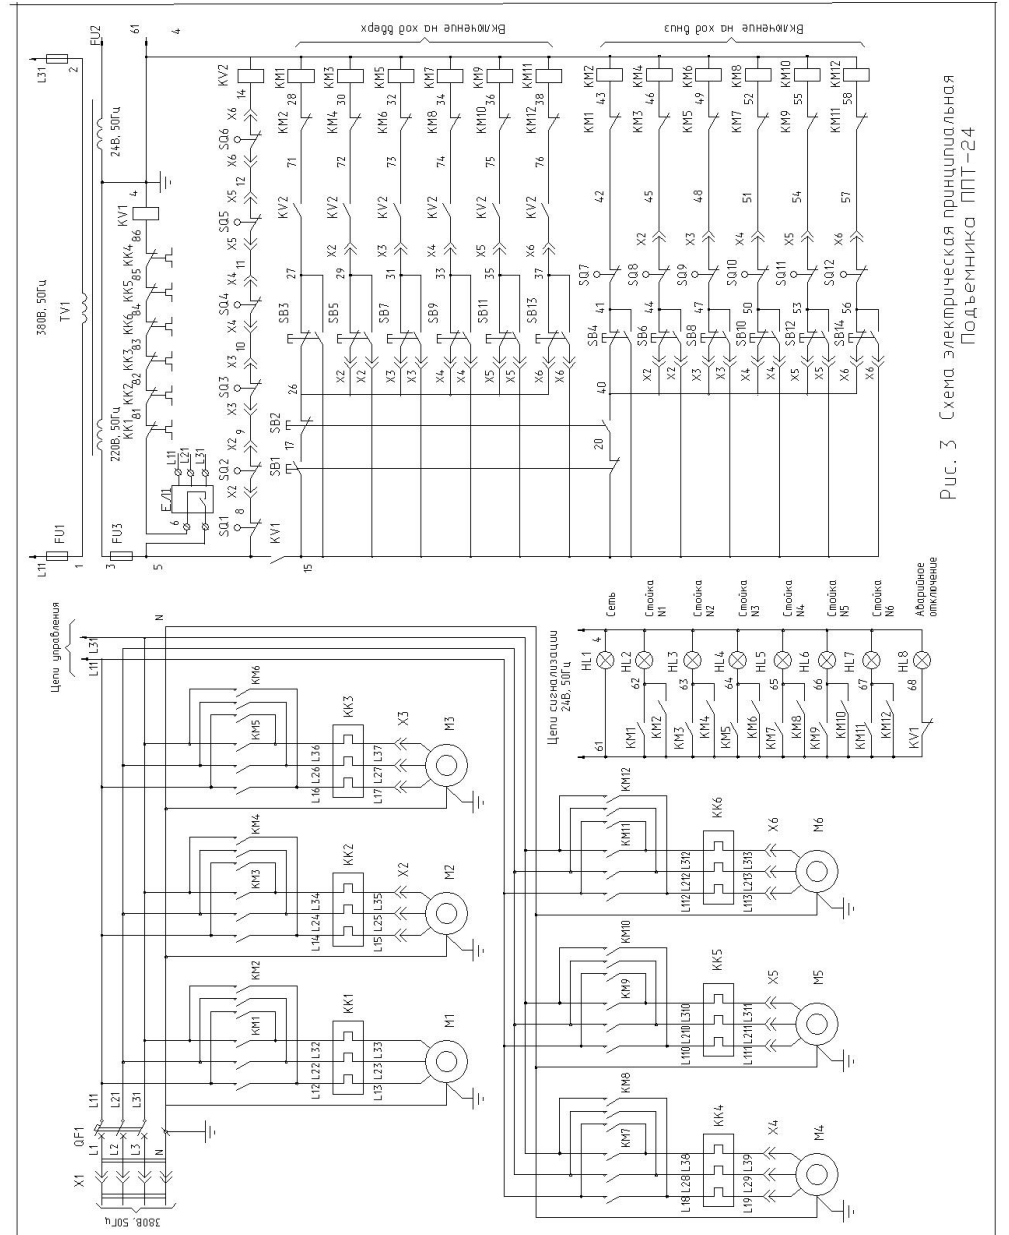

Рис. 3. Схема электрическая принципиальная Подъемника ППТ-24
4.3. Описание работы схемы электрической (см. Рис. 3). Управление подъемником осуществляется со шкафа аппаратного, установленного на первой стойке.